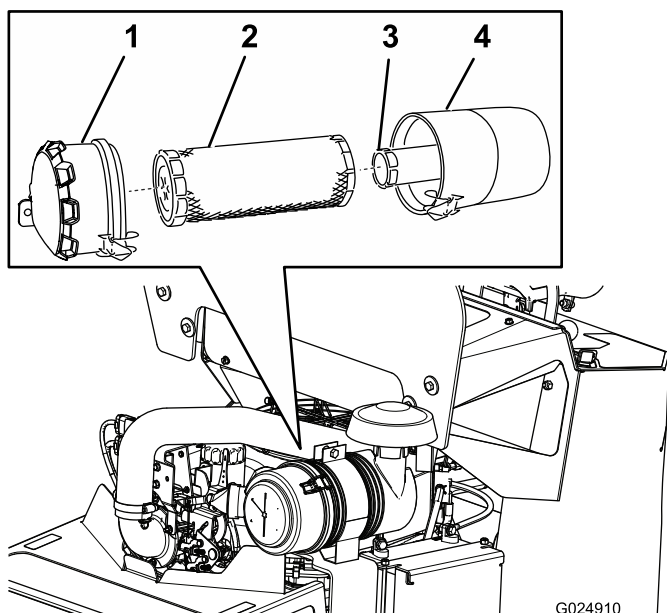

Figure 29
3. Déverrouillez le filtre à air et détachez le couvercle du corps du filtre (Figure 29).
5. Sortez le préfiltre du corps du filtre avec précaution (Figure 29).
2. Si vous remplacez l'élément intérieur, insérez-le avec précaution dans le corps du filtre (Figure 29).
3. Placez ensuite l'élément principal sur l'élément intérieur avec précaution (Figure 29).
4. Glissez le couvercle sur le corps du filtre à air et verrouillez-le en place (Figure 29).